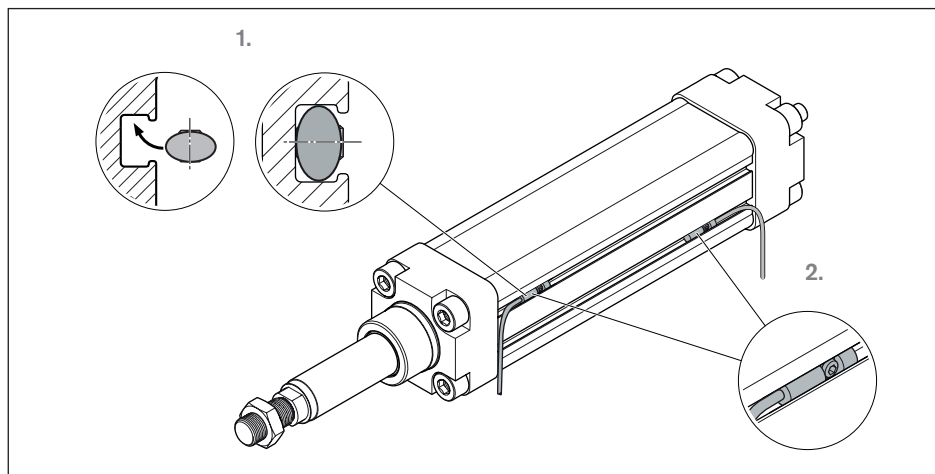

Fig. 32: Montaje de los interruptores
1. Colocar los interruptores (sensores de campo magnético) en las ranuras para interruptores de la carcasa de manera que los tornillos de apriete estén dirigidos hacia el exterior ➡ Fig. 32 de la página 44.